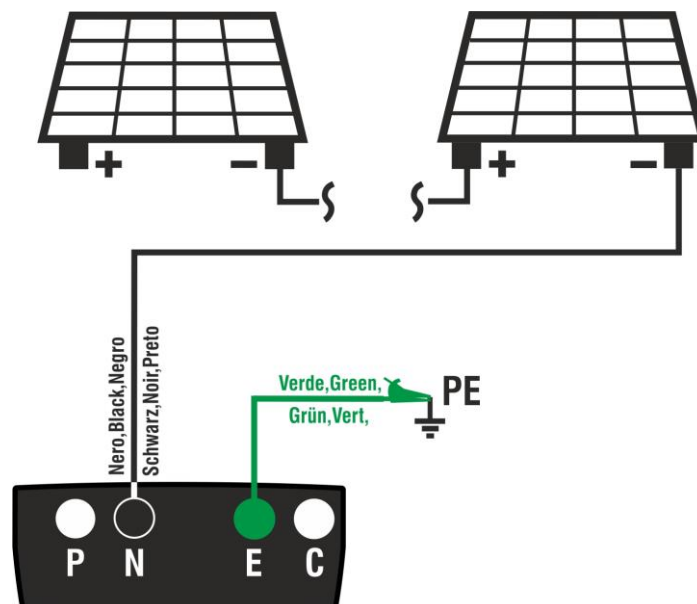

Fig. 8: Conexión instrumento para medida de aislamiento de forma TMR
8. Conecte el instrumento al string FV en pruebas como se muestra en Fig. 8. La prueba **puede ser realizada también sobre más strings en paralelo entre sí. Se recuerda que es necesario separar también eventuales descargadores conectados a los cables del string/strings y que es aconsejable realizar la medida aguas arriba de eventuales diodos de bloqueo**